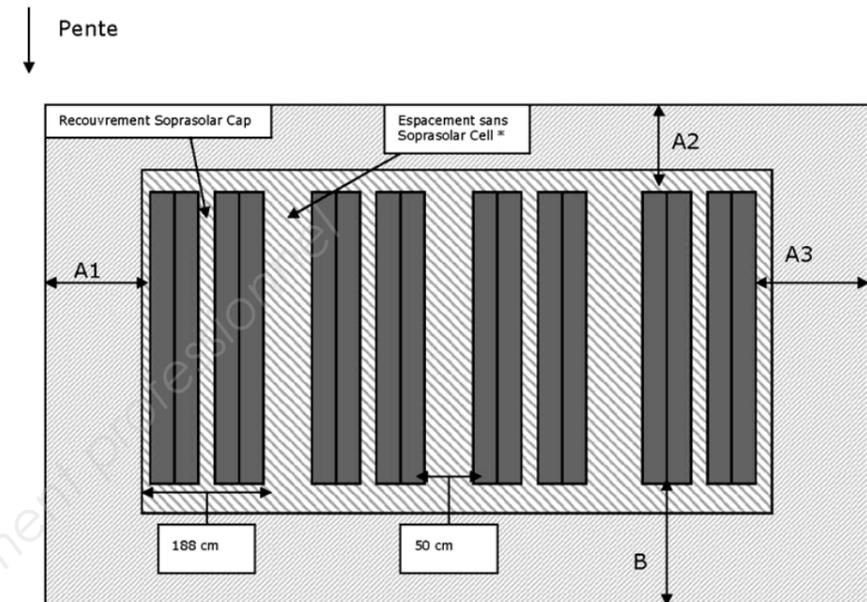

Figure 2 – Disposition des cellules sur la toiture
Soprasolar Cell (voir figure 2)
Ils sont disposés à plus de 0,5 m de la périphérie des toitures (relevés, lanterneaux, etc....) (voir cotes A1, A2 et A3 en figure 2). Les Documents Particuliers du Marché peuvent conférer à ces périphéries de toitures la fonction de chemin de circulation, dans ce cas, ils doivent prévoir l'installation d'un garde-corps conforme à la réglementation, en rive et autour des ouvrages présentant des risques de chute.
- le pourtour des évacuations d'eaux pluviales sur une emprise globale de 0,80 m (voir cote B en figure 2),